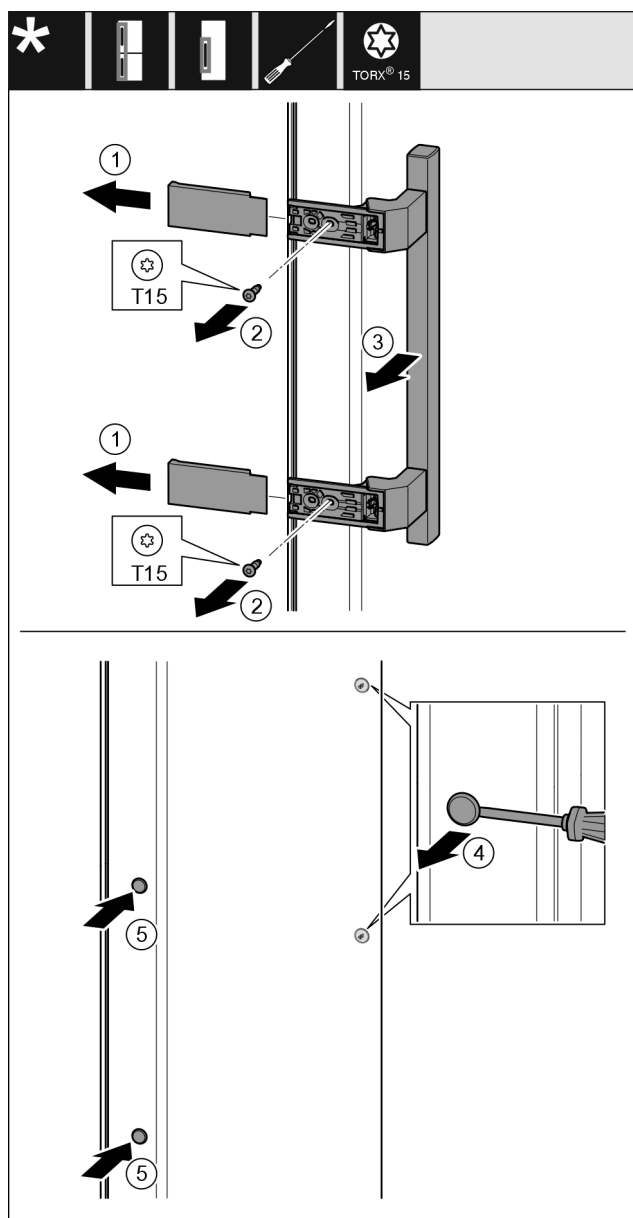

Fig. 37
- ▶ Retirer le cache Fig. 37 (1).
- ▶ Retirer les vis Fig. 37 (2) avec un tournevis.
- ▶ Retirer la poignée Fig. 37 (3).
- ▶ Soulever et retirer avec précaution le cache latéral Fig. 37 (4) avec un tournevis plat.
- ▶ Replacer le cache Fig. 37 (5) de l'autre côté.